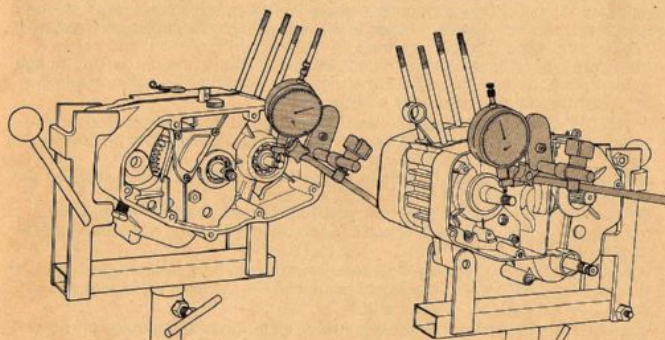

FIG. 44 Controllo coassialità semialberi
- 8) **MONTARE** i grani di riferimento e le 13 viti di unione bloccandole con $1 + 1,2$ kgm controllare con un comparatore la eccentricità dei due semialberi dell'imbiellaggio. Il valore massimo di eccentricità **non deve essere superiore a 0,04 mm** (fig. 44). In caso contrario smontarlo e farlo centrare da un'officina specializzata. Controllare quindi che tutti gli alberi ruotino liberamente, in caso contrario battere assialmente su di essi per consentire eventuali assestamenti. Verificare inoltre che non vi sia nessun albero con gioco assiale eccessivo nel qual caso si richiede la riapertura dei semicaratters e la sostituzione della rondella di spessoramento superiore con altre di spessore più appropriato.